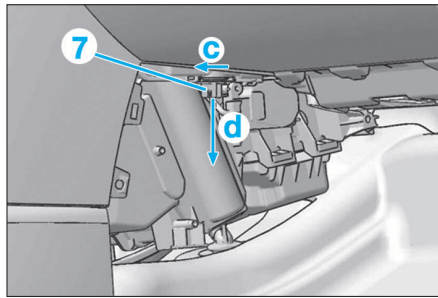

FIG. 21
- Tourner d'un quart de tour (c) la sonde (7) puis extraire suivant (d) (Fig.21).